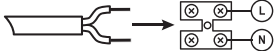

Рис. 1
4. Присоедините подготовленные концы проводов к проводам светильника L, N, способом допустимым «Правилами устройства электроустановок» (Рис. 1).
4. Приєднайте підготовлені кінці проводів до проводів світильника L, N, способом допустимим «Правилами встановлення електроустановок» (Рис. 1).